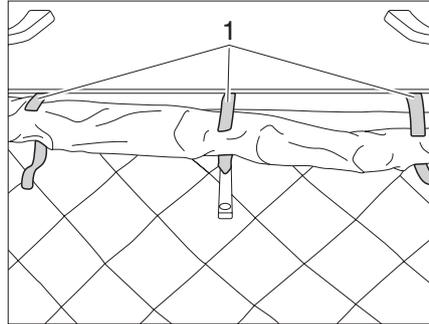

Bild 25 Klettverschlüsse öffnen
- ▶ Drei Klettverschlüsse (Bild 25,1) des Stoffbalgs öffnen.
- ▶ Stoffbalg im Bereich der Verriegelung sorgfältig aufrollen und mit drei Klettverschlüssen (Bild 25,1) fixieren.